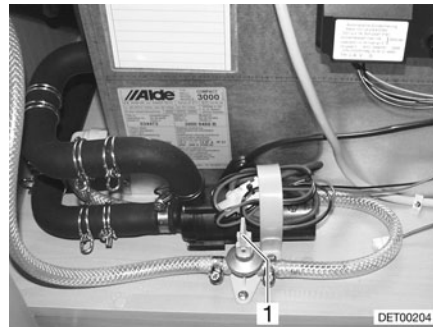

Fig. 181 Robinet de vidange
- Fermer le robinet de vidange. Placer le levier à bascule (Fig. 181,1) en position horizontale.
- Ouvrir le robinet de vidange (Fig. 181). Pour cela, placer le levier à bascule (Fig. 181,1) en position verticale. Le chauffe-eau est vidé à l'extérieur par le biais du robinet de vidange.